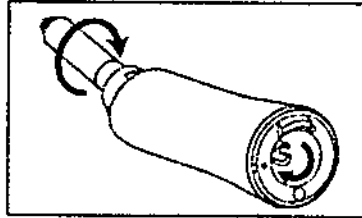

Fig. 10
8. Gire la transmisión en el extremo del eje impulsor para confirmar que esta encajada (Fig. 10).